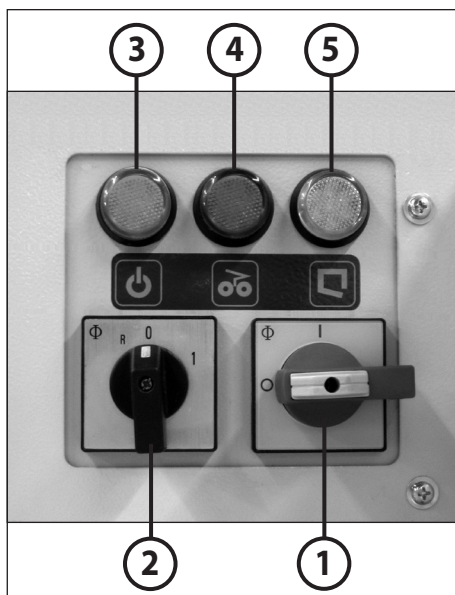

fig. 7
1. Inserire l'interruttore principale (1) (posizione „1“).
2. Ruotare l'interruttore rotante (2) in posizione "1" (fig. 7).
ELEMENTI DI COMANDO (Fig. 7):
Avvertenza: ogni volta che si inserisce la macchina viene automaticamente inizializzato di nuovo il relè multifunzionale. A segnalarlo, per qualche secondo lampeggiano le due spie di controllo 4 e 5 (fig. 7).